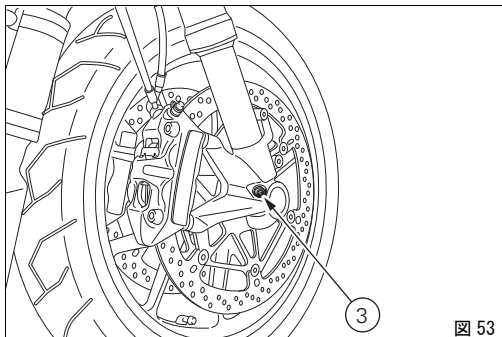

図 53
- 3) 油圧ブレーキのコンプレッションダンピング調整 (図 53)；